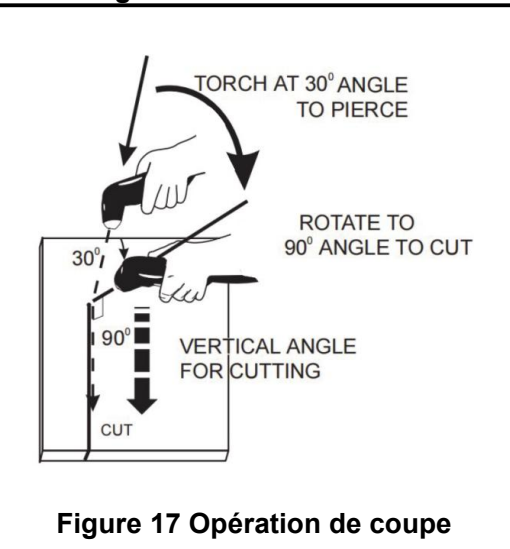

Figure 17 Opération de coupe
4. La figure 17 est donnée à titre indicatif uniquement.
Référence de la torche de coupe Figure 17 tête de la torche de coupe. Si les accessoires de la torche de coupe doivent être remplacés, veuillez vous connecter au site web officiel : WWW.ARCCAPTAIN.COM